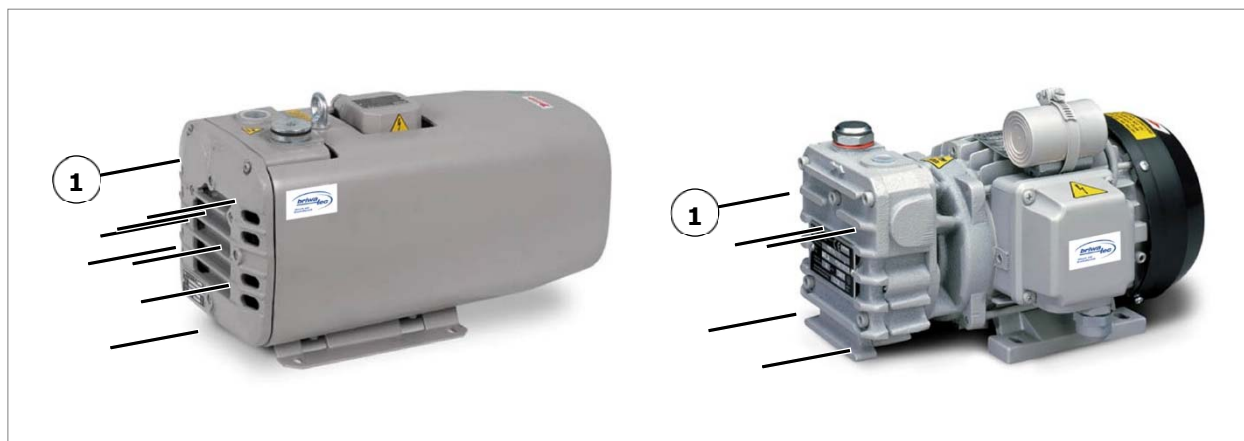

Abb. 8 Demontage Ausblasgitter/Gehäusedeckel
- Ausblasgitter/Gehäusedeckel abschrauben, Abb. 8 Pos. 1,
Die Filterpatrone kann unterschiedliche Dichtungen haben. Den Gehäusedeckel (Abb. 8 , Pos. 1) gleichmäßig wieder aufschrauben bis er richtig anliegt.